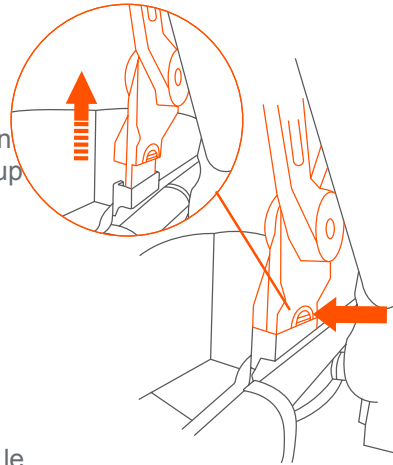

Fig. 12
12) • To remove the canopy: Press the tabs on both interior sides of the canopy and pull up to remove (Fig. 12).
• **Para retirar la cubierta:** Presione las lengüetas a ambos lados interiores de la cubierta y tire hacia arriba para quitarla (Fig. 12).
• **Démontage de l'auvent :** Presser les attaches sur les deux côtés de l'auvent et le tirer vers le haut pour l'ôter (Fig. 12).